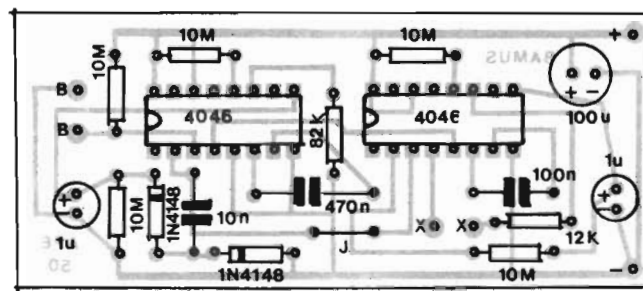

Fig.3
- FIG. 3 - "CHAPEADO" DA MONTAGEM - Como sempre ocorre na distribuição dos componentes sobre as placas das montagens mostradas em APE, procuramos não "congestionar" muito o conjunto, de forma a não "assustar" os iniciantes, Leitores/Hobbystas que estejam principian-do suas "aventuras" no fantástico mundo da Eletrônica Prática (depois de algum tempo, todo mundo fica "cobra" no assunto, mas - no começo - alguns "tremem" um pouco...). Uma fórmula infalível é sempre seguir uma **ordem** lógica na colocação e soldagem dos componentes, **primeiro** os componentes ativos (Integrados), depois as peças que ficam mais "baixas" sobre a placa (resistores, diodos, no caso do BAMUS...) e - finalmente - os componentes que mais "sobressaem" (em